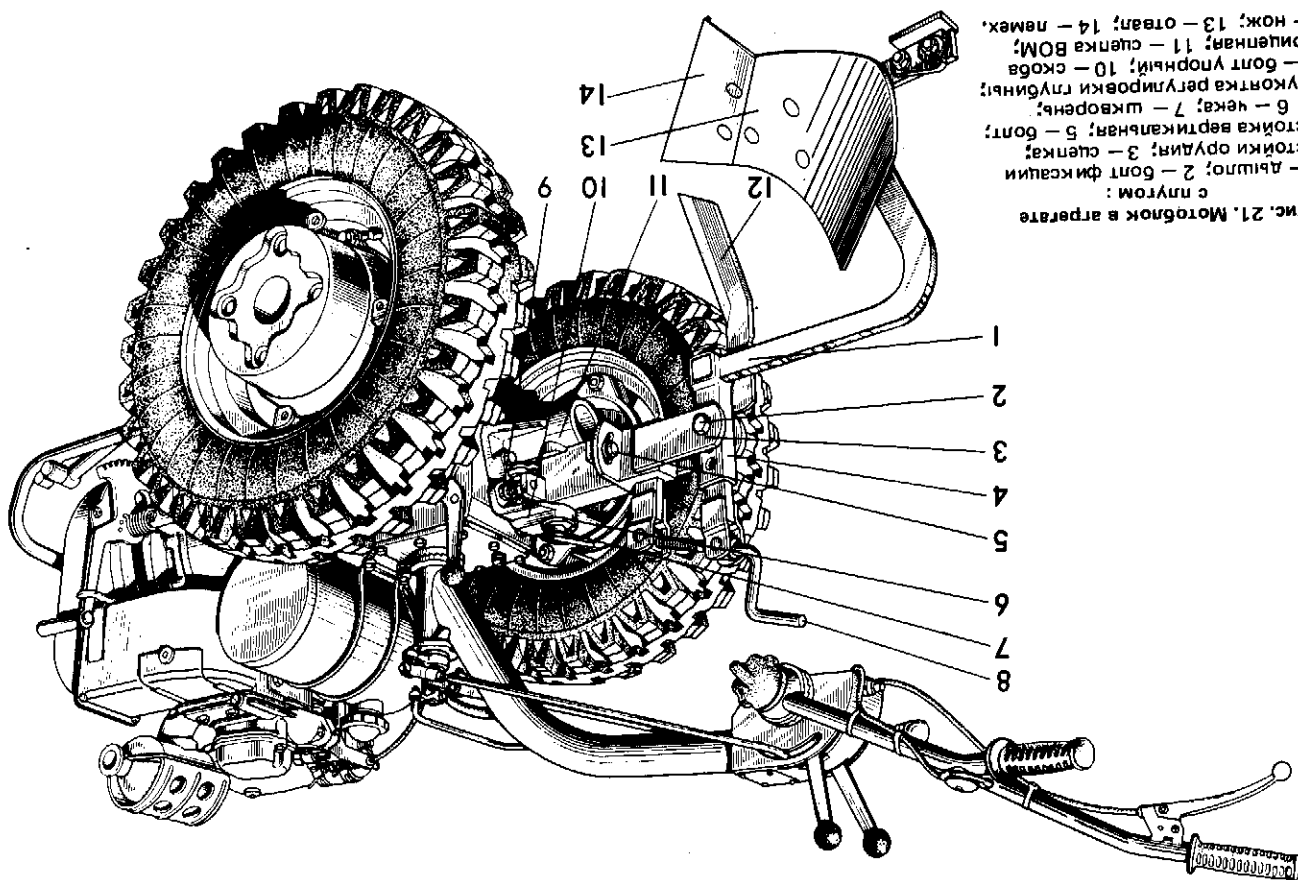
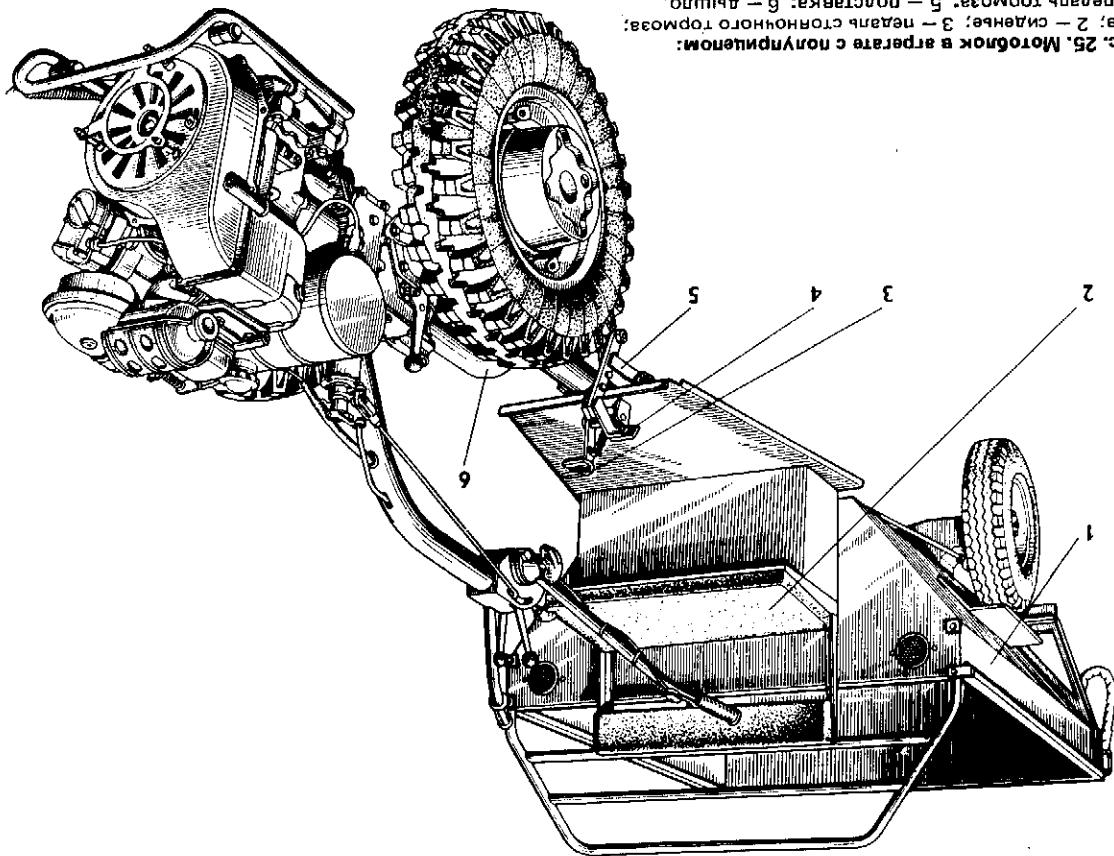
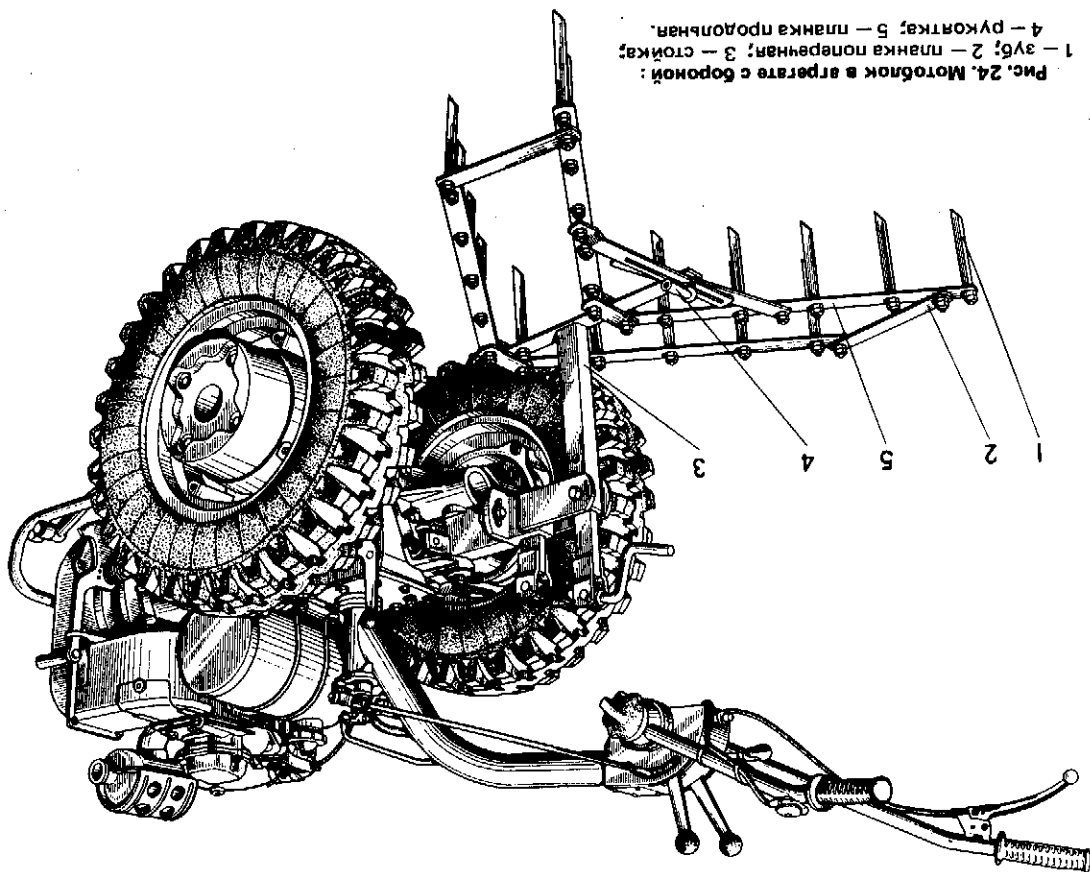

Рис. 21. Мотоблок в агрегате с плугом:
Рис. 25. Моторок в агрегате с полуприцепом:
Рис. 24. Моторок в агрегате с боковой рамой:
Для подготовки мотоблока с плугом к работе (рис. 21) выполните следующие операции:
7.2.1. Установите универсальную сцепку 3 (рис. 21) на плуге в рабочее положение и закрепите болтом 2. Вращая рукоятку 8, установите подвижные части сцепки в одну линию с неподвижными, а с помощью шкворня 7 присоедините плуг со сцепкой к прицепной скобе 10 и зафиксируйте шкворень чечкой 6.
**Примечание.** Универсальная сцепка поставляется заводом-изготовителем в торговую сеть в сборе с плугом. С ее помощью производится присоединение к мотоблоку также окучника, культиватора и бороны. Соединение универсальной сцепки 3 с плугом, окучником, культиватором и бороной одинаковое. В вертикальную стойку сельскохозяйственного орудия 4 вставляется стойка сцепки и крепится болтом 2 (рис. 21).
7.2.4. Отпустите болты 5 сцепки (рис. 21), установите плуг так, чтобы стойка его заняла вертикальное положение, затяните болты 5. Отметьте положение проушин сцепки у болтов, так как при прокладке первой борозды плуг необходимо установить в вертикальное положение.
7.4.6. Если при работе мотоблок уводит вправо, проверьте крепление подпятников. Если они на месте, то болтом 5 сектора (рис. 21) приподнимите на 1...2 см правый окучник, зажмите болт и проверьте в работе.
Соединение бороны с мотоблоком показано на рис. 24.
Рукояткой 8 сцепки (рис. 21) отрегулируйте положение бороны так, чтобы ее зубья в рабочем положении были равномерно заглублены. Ширину захвата бороны устанавливайте рукояткой 4 (рис. 24).
Присоедините дышло 6 (рис. 25) при помощи шкворня 7 (рис. 21) к прицепной скобе мотоблока, шкворень зафиксируйте чекой 6. Подставку 5 (рис. 25) полуприцепа поднимите и закрепите в горизонтальном положении с помощью пальца.